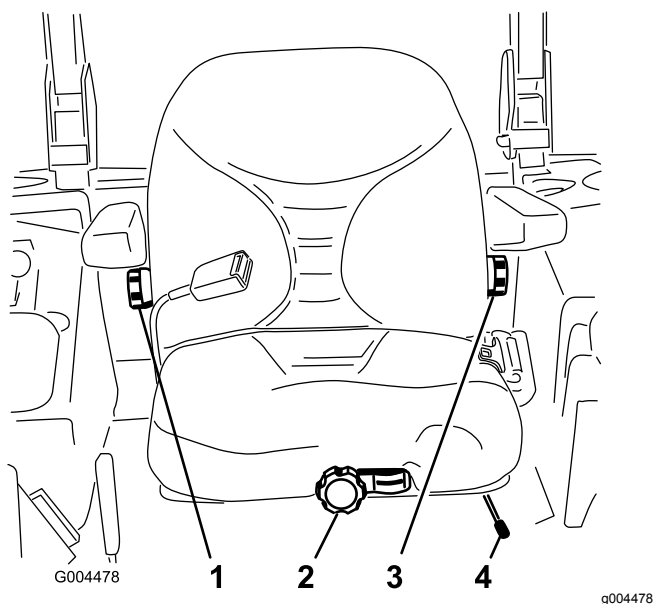

Figura 14
- Para ajustar o banco, empurre a alavanca para o lado para desbloqueá-lo (Figura 14).
Sem estar sentado no banco, rode o botão da frente numa das direções para proporcionar o máximo conforto (Figura 14).
Para ajustar as costas do banco, rode o botão, localizado sob o apoio do lado direito, numa das direções para proporcionar o máximo conforto (Figura 14).
Para ajustar as costas do banco, rode o botão, sob o apoio do lado esquerdo, numa das direções para proporcionar o máximo conforto (Figura 14).